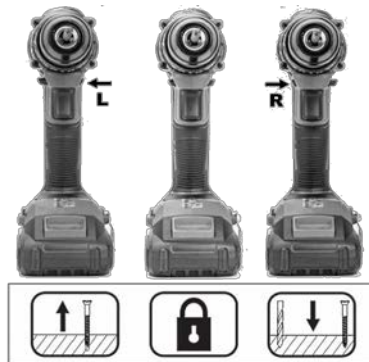

Рисунок 7
4.3.6 Перемикач реверсу/блокування пускової клавіші (дивіться рисунок 7)